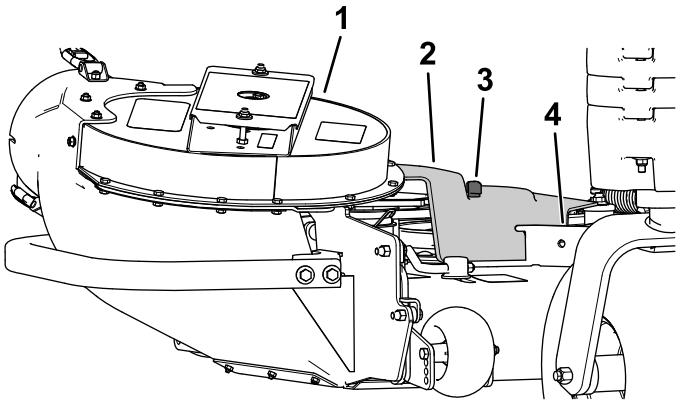

Figura 9
- Con la cubierta de la correa apoyada en la carcasa, deslícela hacia adelante hasta que quede asentada debajo de ambos rebordes de la carcasa (Figura 9).
- Sujete la cubierta de la correa usando el pomo (Figura 9).